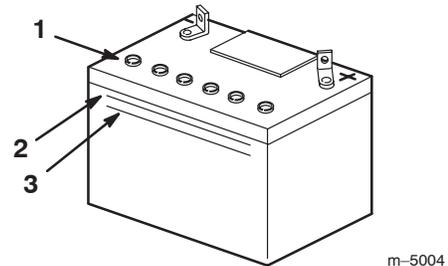

Figure 19
- Observez le côté de la batterie. Le niveau de l'électrolyte doit atteindre le trait supérieur (Fig. 19).
Remarque : Ne laissez pas l'électrolyte descendre en dessous du trait inférieur (Fig. 19).
- Enlevez les bouchons d'aération de la batterie (Fig. 19).
- Versez de l'eau distillée avec précaution dans chaque élément jusqu'au repère supérieur (Fig. 19) sur le côté de la batterie.
- Attendez 5 à 10 minutes après avoir rempli les éléments. Ajoutez de l'eau distillée au besoin, pour amener le niveau au repère supérieur (Fig. 19) sur le côté de la batterie.